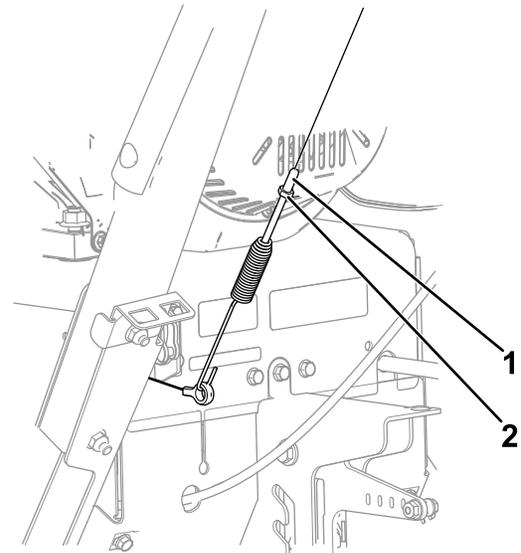

Bild 29
1. Lösen Sie die Klemmmutter (**Bild 29**).